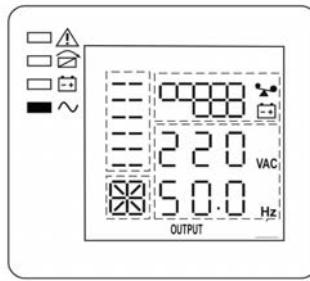

Рисунок 7 — состояние ЖК-дисплея и индикаторов в режиме «ОСНОВНОЙ»
- Включите изделие комбинацией кнопок + (см. п. 1 таблицы 2). Изделие выполнит автоматическое самотестирование, определит качество входного сетевого напряжения и уровень нагрузки. Процесс самотестирования сопровождается последовательным включением/выключением всех индикаторов. После самотестирования изделие перейдет в режим «ОСНОВНОЙ» и продолжит заряд АКБ. Индикатор «БАЙПАС» погаснет, а индикатор «ИНВЕРТОР» включится (см. рисунок 7).
- Включить нагрузки. Если нагрузок много, необходимо включать их последовательно, одну за другой, на ЖК—дисплее отобразится уровень нагрузки (см. рисунок 7).
Вновь подать сетевое напряжение. Изделие должно автоматически перейти в режим «ОСНОВНОЙ» (см. рисунок 7), либо в режим «ЭКО», если параметр ЕСО включен (см. Приложение 2, описание настройки параметров изделия).